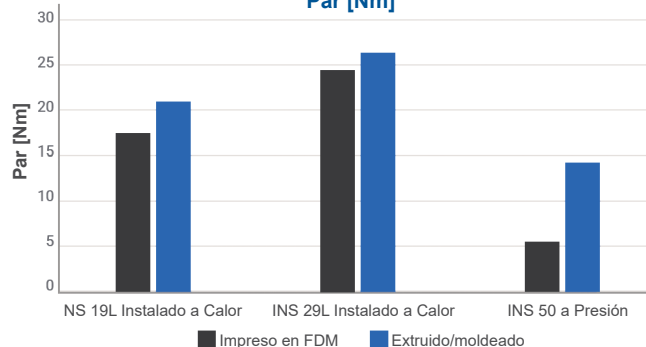

Figura 12
A pesar de la geometría en capas de los componentes impresos mediante FDM, estos alcanzan un alto rendimiento, especialmente cuando se utilizan Insertos de Instalación por Calor/Ultrasonido. En la Figura 12 se muestra una comparación directa entre el policarbonato (PC) impreso mediante FDM y el plástico extruido.